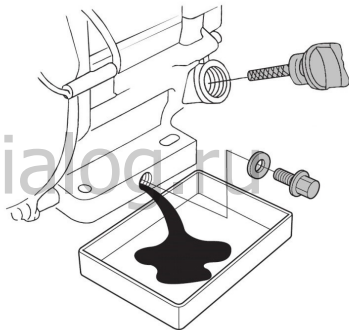

Рис. 24 Замена масла в двигателе
6. Открутите пробку для слива масла и слейте отработанное масло в подготовленную для этого емкость (Рис. 24).